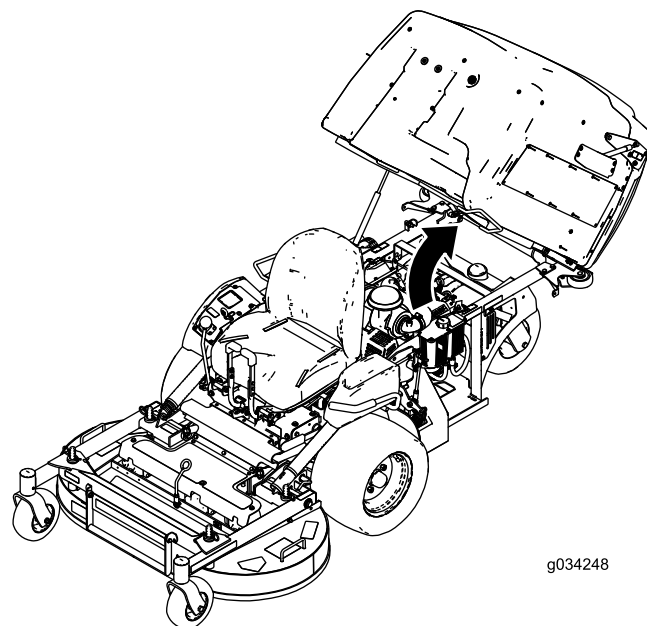

Figure 28
- Levez la trémie (Figure 28).